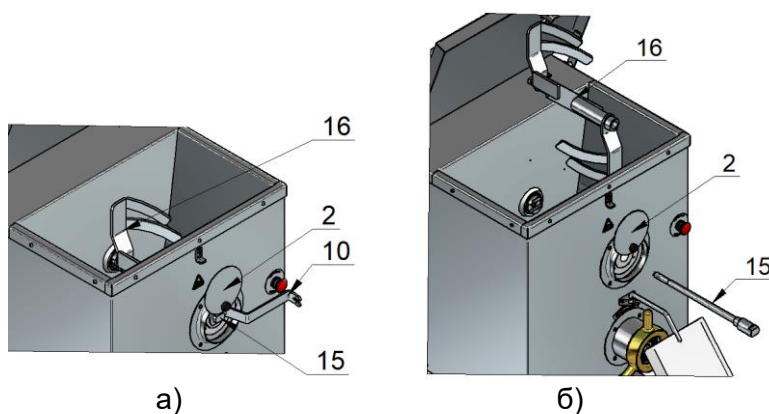

Рис. 6
7.2.1. Открыть крышку бункера (рис. 6а), ослабить зажимной винт (15) при помощи специального ключа (10), поставляемого в комплекте с мясорубкой. После чего открутить зажимной винт (15) и вынуть его из оси миксера (16) (рис. 6б).